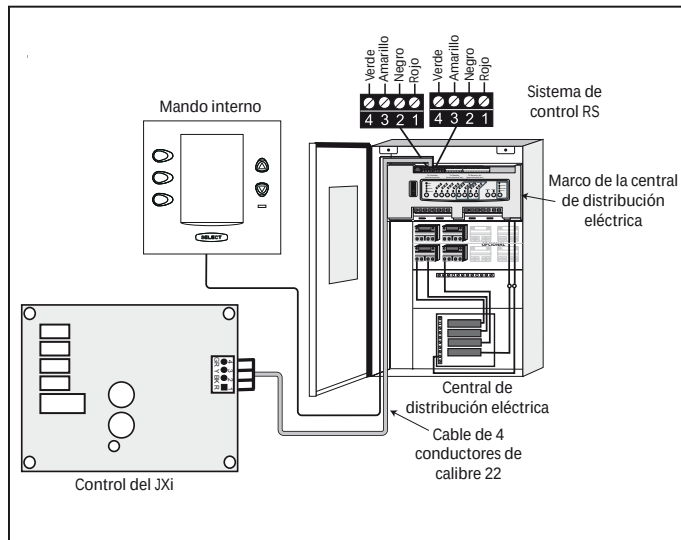

Figura 13. Cableado del JXi a control remoto de Zodiac®
- Utilice un cable de 4 conductores de calibre 22 para extenderlo entre el calentador y el control RS, y haga coincidir el orden del color de los cables. Ver *Figura 13*.